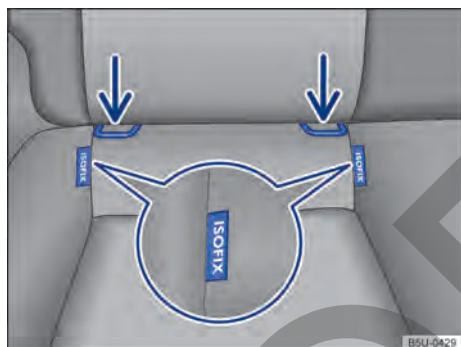

Fig. 36 En el asiento del vehículo: identificación de los puntos de anclaje inferiores de asientos para niños.
Los 2 ojales de retención para cada asiento para niños con el sistema ISOFIX pueden alcanzarse a través de las ranuras del tapizado del asiento trasero → fig. 36.
- Alejar lateralmente el cinturón de seguridad y colocar el asiento para niños en los ojales de retención → fig. 36 indicados por las flechas. El asiento para niños debe engancharse de forma segura y audible (clic).
- Colocar el asiento para niños sobre la superficie del asiento y enganchar los cinturones de seguridad en los ojales de retención → fig. 36, si los cinturones de fijación se proveen junto con el asiento para niños.